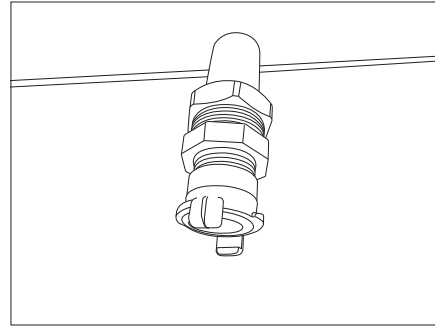

Bild 180 Abwasseranschluss (Kunststoffverrohrung)
- Abwasser am Abwasseranschluss (Kunststoffverrohrung, Bild 180) anschließen.